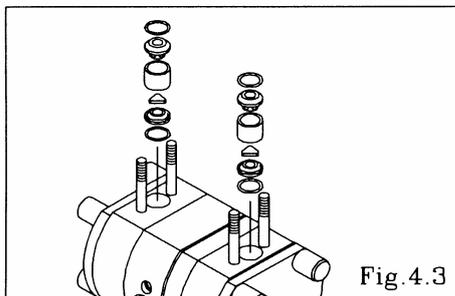

Fig.4.3
- Retire la junta tórica, la tapa de la válvula, la guía de la válvula, el distribuidor plano o la válvula esférica y el asiento de la válvula. [Fig. 4.3]